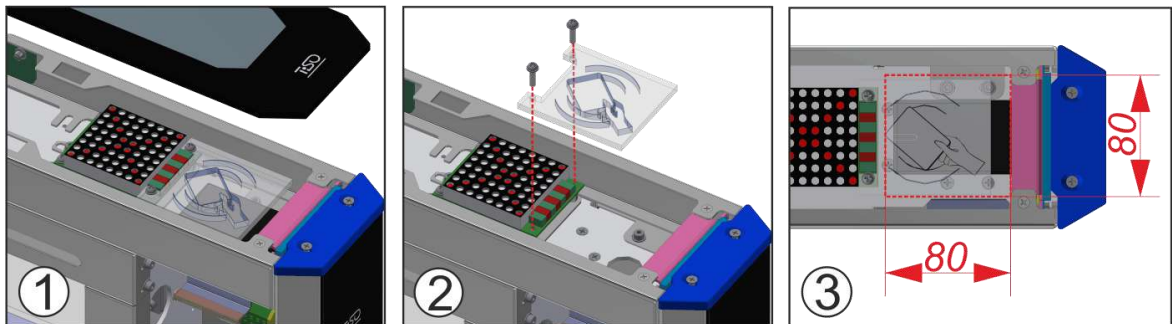

Рис.23 - Встановлення зчитувача карт
5 встановити зчитувач, якщо потрібно (див.Рис.23);
г) встановити зчитувачі безконтактних (проксиміті) карт, за наявності системи контролю та управління доступом (СКУД) (Рис.23).
1. Зняти кришку або скляну стільницю (Рис.23);